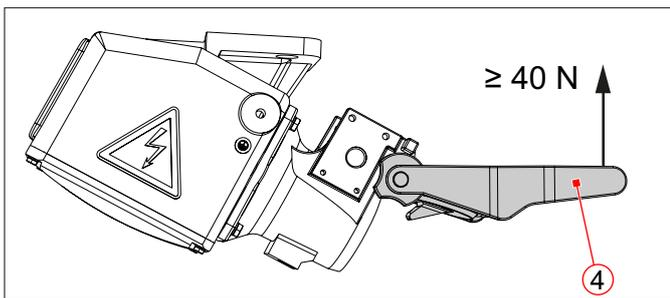

Abb. 47: Schließkraft des Dosendeckels prüfen
- ▶ Dosendeckel um ca. 120° öffnen (**Abb. 47**).
- ▶ Haltekraft am Griff (4) des geöffneten Dosendeckels messen.